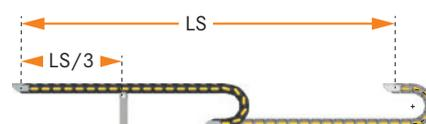

Abb. 3
Vertikaler Trennsteg für „T“- und „L“-Form (**Abb. 3**)
- Abgestützte Anwendung mit 1 Stützrolle auf der ausgefahrenen Seite des Hubs → $SSL = LS/3$ (einzelne Stützrolle sollte in einem Abstand $LS/3$ von der ausgefahrenen Seite des Hubs positioniert werden) (**Abb. 3**)